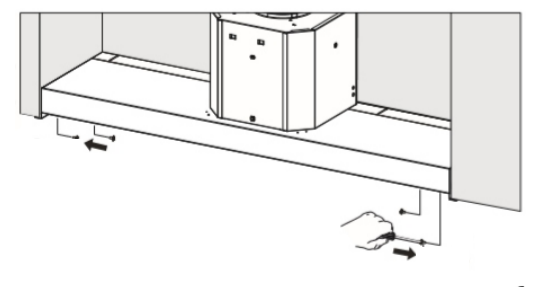

рис. 6
- к полке прибор крепится самонарезающими винтами Ø3,5x13мм (рис. 6);